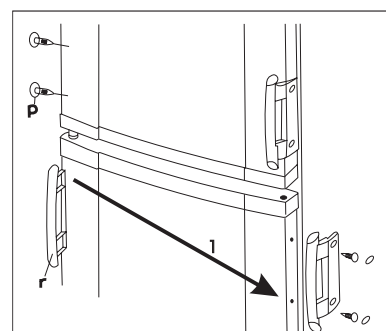

рис. 4
- Переставьте ручки (r) на другую сторону и вставьте пластмассовые заглушки (p), вложенные в пакет вместе с настоящим руководством по эксплуатации, в три освободившиеся отверстия (рис. 4).